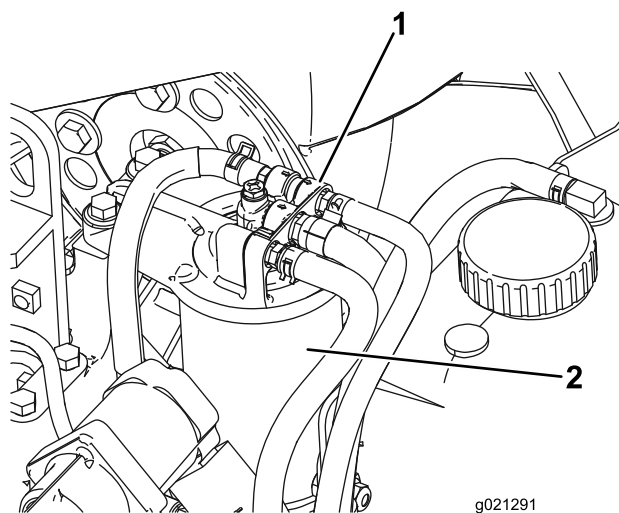

Figure 81
1. Nettoyez la surface autour de la tête du filtre à carburant (Figure 81).
2. Déposez le filtre et nettoyez la surface de montage de la tête du filtre (Figure 81).